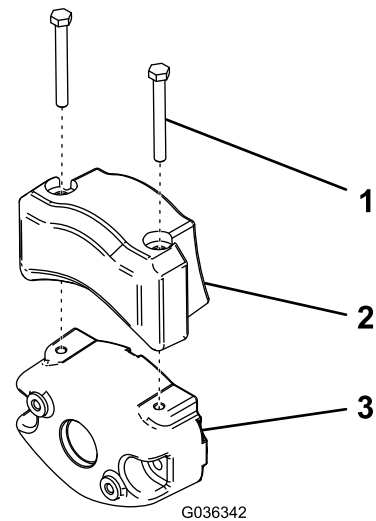

Figure 10
4. Fixez le contrepoids électriques au contrepoids existant à l'aide de 2 vis, comme montré à la 2Figure 10.